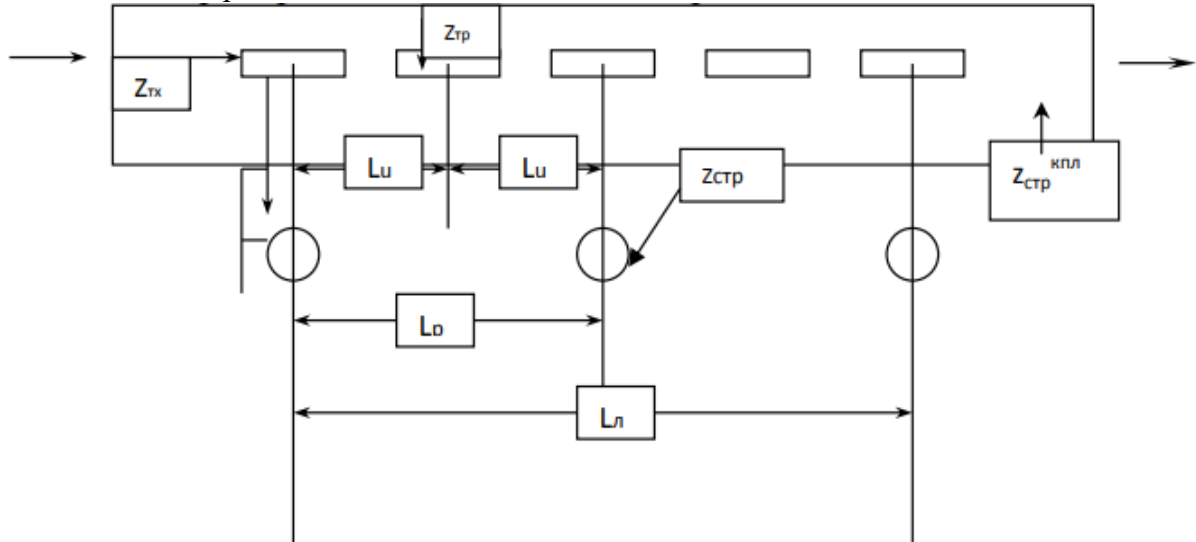

Рисунок 3.4 – Схема распределительного конвейера
- распределительный – рабочие операции осуществляются на рабочем месте со снятием рабочего узла с конвейера (рисунок 3.4);